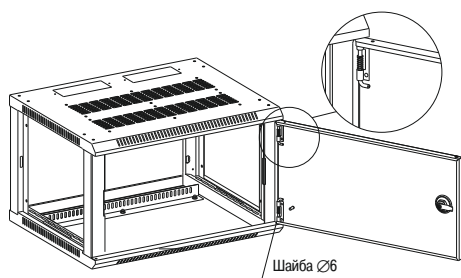

Рисунок 11
3.1 Установите дверь в каркас. При необходимости подложите под нижнюю петлю одну или две плоские шайбы диаметром 6 (рисунок 11).